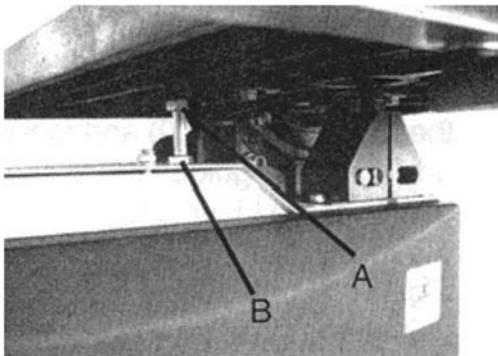

Fig. 8 : Position à 90° de la table de sciage
La table peut être réglée à un angle de 90° par rapport à la lame de scie en ajustant la vis de butée sous la table. La vis de butée de la table repose sur le haut du carter de la roue inférieure (Fig. 8) :
Étape 1 : Commencez par desserrer l'écrou de serrage (Fig. 8, Pos. A).
Étape 2 : Réglez la vis (Fig. 8, Pos. B) comme suit, de manière à ce que l'angle entre la table et la lame de scie à ruban soit de 90°. (Vérifiez ce point à l'aide d'un angle si nécessaire).
Étape 3 : Serrer à nouveau l'écrou de serrage (Fig. 8, Pos. A), en veillant à ce que le réglage soit maintenu.